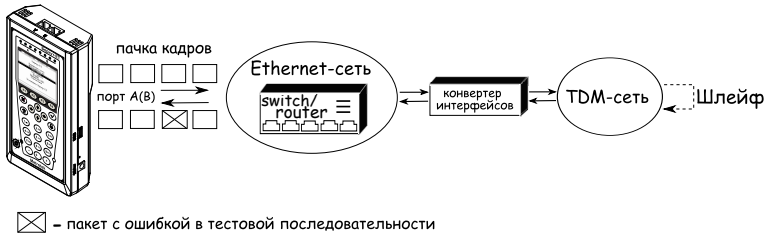

Рис. 7.87. Тестирование на канальном/сетевом уровне (вариант 1)
- На **транспортном уровне** формируется Ethernet-кадр, содержащий IP- и UDP-заголовок, что позволяет передать тестовую последовательность с использованием транспортных протоколов. Способы подключения прибора к тестируемой сети показаны на рис. 7.87, 7.88, 7.89.